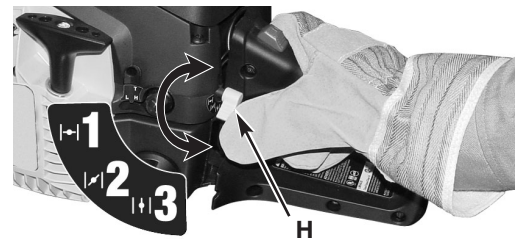

Fig. 6
4. Pousser L'INTERRUPTEUR d'arrêt rouge vers le bas pour la mise en marche (Fig. 4). Le starter a 3 positions: 1, 2, et 3 (Fig. 6).
6. Placer la manette bleu du starter (H) en **Position 1** (Fig. 6).